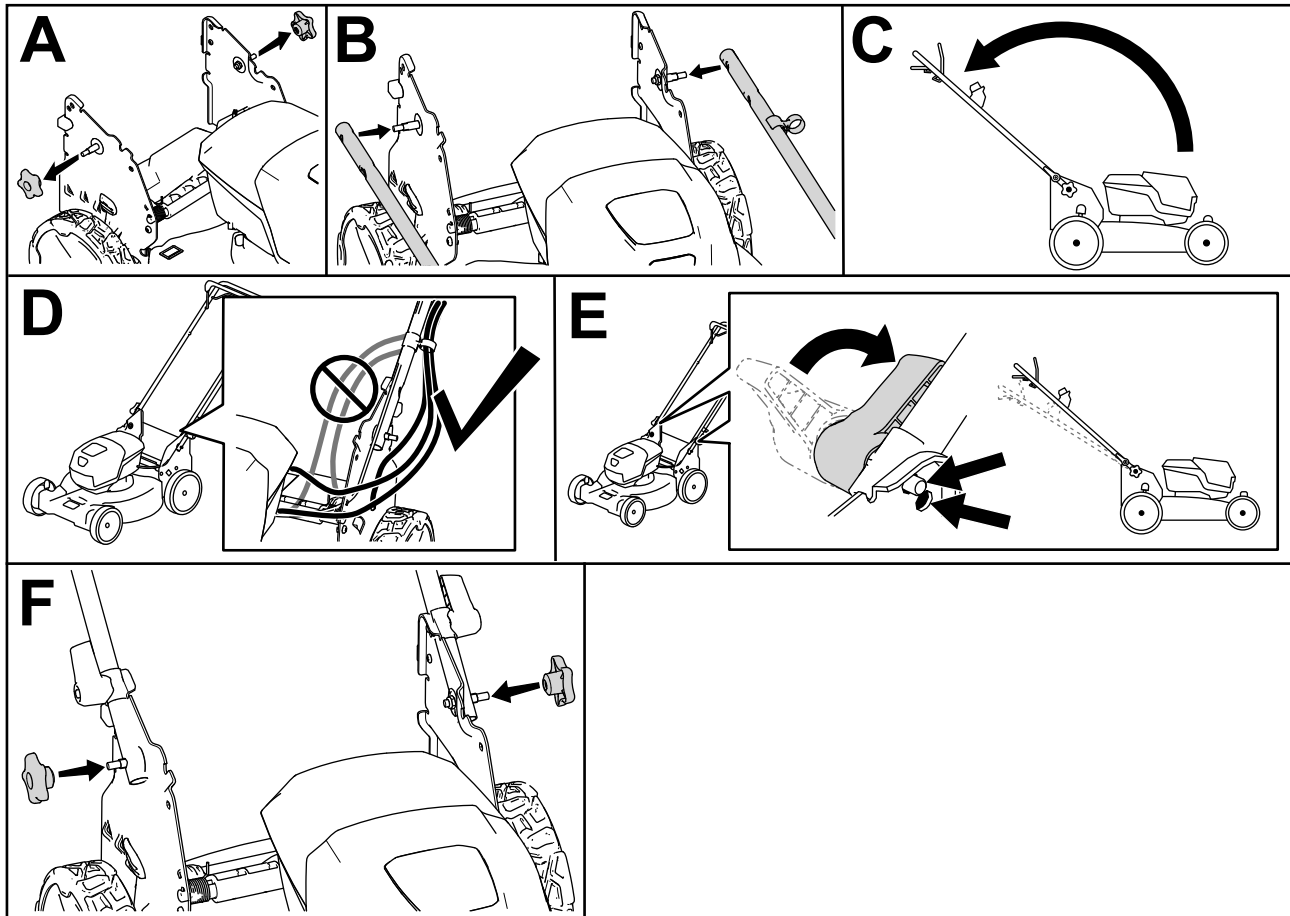

Figure 4
1. Retirez les boutons du guidon (A de Figure 4).
2. Fixez le guidon sur la machine au moyen des trous situés aux extrémités du guidon (B de Figure 4).
3. Ramenez le guidon en arrière à la position d'utilisation (C de Figure 4).
4. Vérifiez que les câbles passent bien à l'extérieur du guidon (D de Figure 4).
5. Engagez les verrous du guidon jusqu'à ce que la goupille s'enclenche en place et bloque le guidon à la position d'utilisation (E de Figure 4).
6. Serrez les boutons sur les boulons du guidon pour fixer le guidon en place (F de Figure 4).